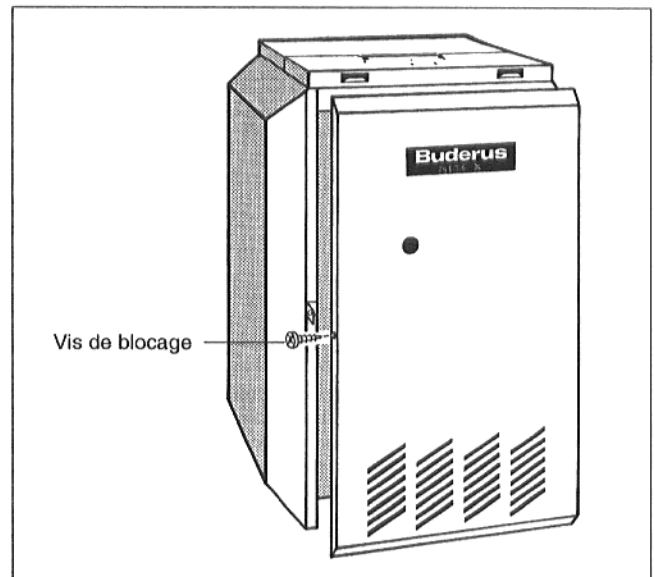

Fig. 36 Monter la paroi avant de la chaudière
- Serrer les vis de sécurité gauche et droite dans les parois latérales (Fig. 36).